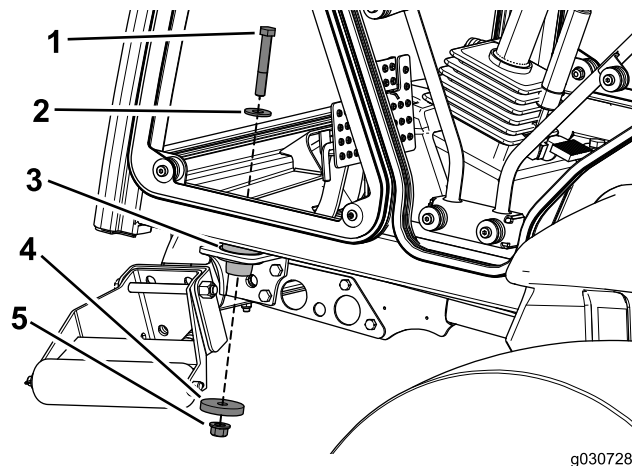

Figura 25
5. Utilice un perno ($\frac{1}{2}$ " x $3\frac{1}{4}$ "), una arandela ($1\frac{3}{8}$ " de diámetro), una arandela ($2\frac{1}{4}$ ") y una contratuerca para fijar la cabina a los soportes delanteros de la máquina (Figura 25).